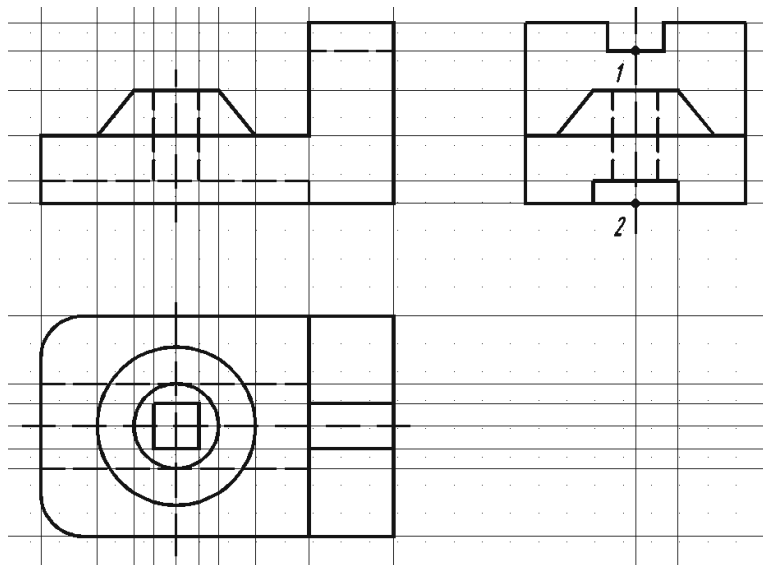

Рисунок 7.8
9. Виконати команду ДЗЕРКАЛО для формування повного виду зліва. Після вибору об'єктів вказати дві точки на осі відображення, рис. 7.8.